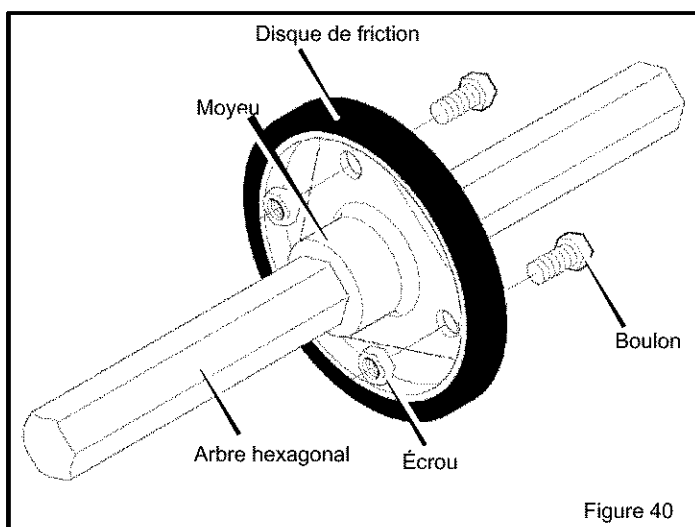

Figure 40
9. Monter le disque de friction neuf sur le moyeu (voir Figure 40). Reposer les plaques de roulement en s'assurant que l'arbre hexagonal y est bien engagé.